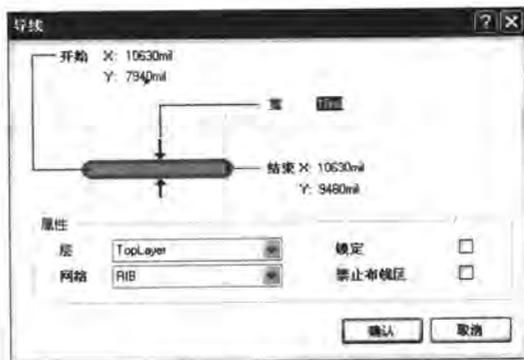

图 8-55 【导线】对话框
3) 使用【导线】对话框 导线的属性修改还可以在【导线】对话框中进行。双击已放置的导线，或者在选中的导线上单击鼠标右键，在弹出的菜单内选择【属性】，都可以打开如图 8-55 所示的【导线】对话框。